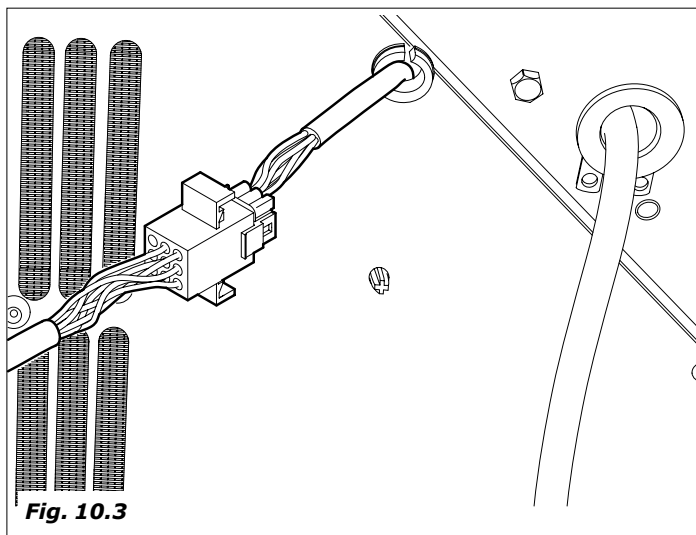

Fig. 10.3
- Collegare un capo del cavo di connessione del connettore posteriore sulla Lux 700 (Fig. 10.3) e l'altro capo al connettore BOARD della scheda Antares (Fig. 10.4).